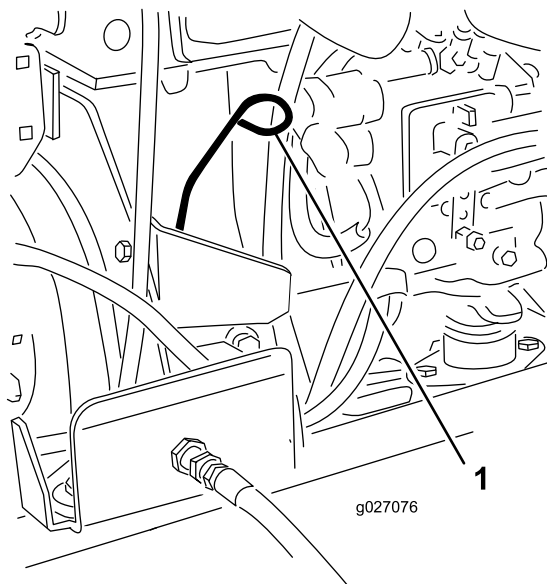

Figure 51
- Retirez la jauge, essuyez-la sur un chiffon et remettez-la en place (Figure 51).